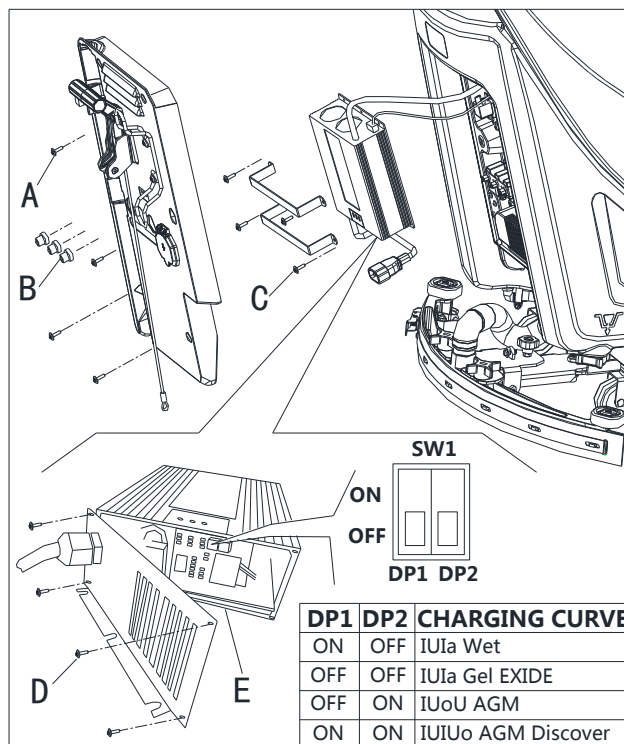

Figura 4.1
- Scoateți șuruburile (A, B, C, D, Figura 4.1).
- Deschideți încărcătorul și găsiți sw1 (E, Figura 4.1).
- Setați comutatoarele cum este indicat în tabelul din (Figura 4.1).
- După instalare, montați șuruburile (A, B, C, D, Figura 4.1).